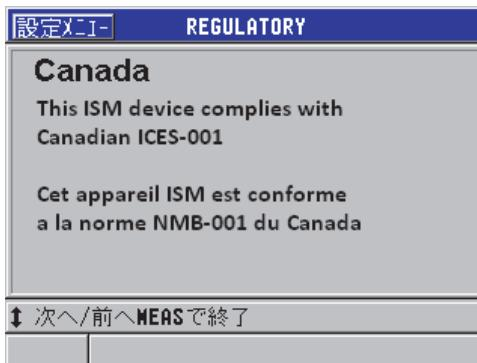

図 i-3 規格画面
2. **SP** メニュー（45 ページの図 4-2 を参照）で、規制を選択して規制画面を表示します（13 ページの図 i-3 を参照）。